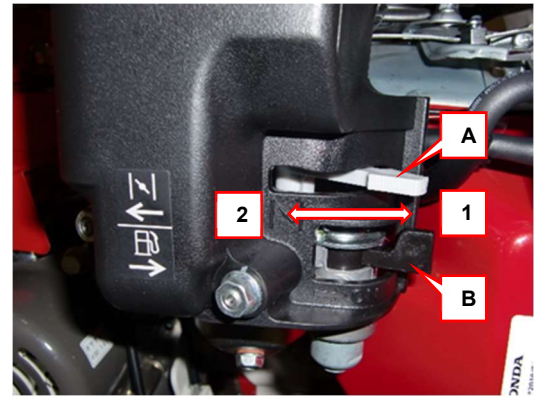

Figura 6
Per l'avviamento a freddo del motore, spostare la leva dello starter (A, Figura 6), in posizione di chiusura (2).
Il rubinetto del carburante (B, Figura 6) deve essere tenuto chiuso quando la macchina non è in uso. Spostare la leva in posizione 1 per aprire rubinetto del carburante e in posizione 2 per chiuderlo.